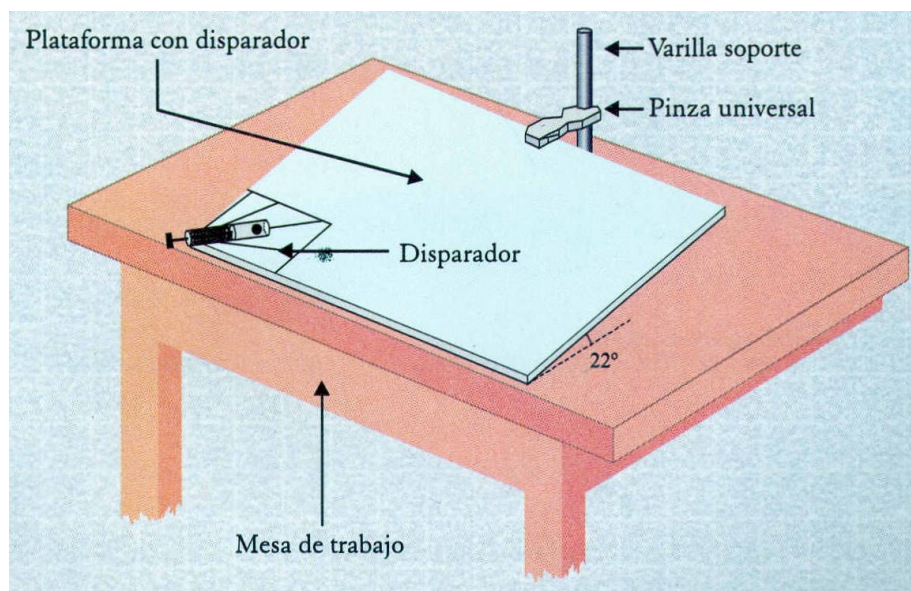

Figura 1.2. Esquema del desarrollo de la práctica del tiro parabólico.
1. Empleando la varilla soporte con base y la pinza universal, sujeta la plataforma con disparador como se indica en la figura 1.2. Regula la posición de la pinza para que la plataforma tenga un ángulo de inclinación de  $22^\circ$  con respecto a la cubierta de la mesa, medido con el transportador de madera. Puedes sustituir el disparador por una resortera, y fijarla uniformemente a la mesa con una pinza de sujeción.